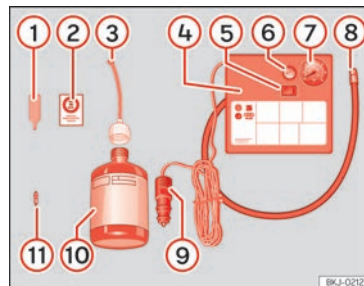

Abb. 229 Prinzipdarstellung: Bestandteile des Pannensets.
Das Pannenset befindet sich im Gepäckraum unter dem Bodenbelag. Es besteht aus folgenden Bestandteilen >>> **(Abb. 229):**
- Ventilkappe und Ventileinsatz vom Reifenventil abschrauben. Verwenden Sie den Ventileinsatzdreher >>> **[Abb. 229]** ① zum Heraus-schrauben des Ventileinsatzes. Legen Sie den Ventileinsatz auf einem sauberen Untergrund ab.
- Reifenfüllflasche kräftig schütteln >>> **[Abb. 229]** ⑩.
- Einfüllschlauch >>> **[Abb. 229]** ③ auf die Reifenfüllflasche schrauben. Die Folie am Verschluss wird automatisch durchstoßen.
- Verschlussstopfen vom Einfüllschlauch >>> **[Abb. 229]** ③ entfernen und das offene Schlauchende auf das Reifenventil schrauben.
- Ventileinsatz mit dem Ventileinsatzdreher >>> **[Abb. 229]** ① wieder in das Reifenventil schrauben.
- Reifenfüllschlauch >>> **[Abb. 229]** ⑧ des Luftkompressors fest auf das Reifenventil schrauben.
- Prüfen, ob die Luftablassschraube >>> **[Abb. 229]** ⑥ zuge dreht ist.
- Kabelstecker >>> **[Abb. 229]** ⑨ in eine 12-Volt-Steckdose des Fahrzeugs stecken >>> S. 228.
- Luftkompressor mit dem EIN-/AUS-Schalter >>> **[Abb. 229]** ⑤ einschalten.
- Kleben Sie den Aufkleber >>> **[Abb. 229]** ② im Sichtfeld des Fahrers auf das Kombi-Instrument.
» » (Abb. 229) ⑧ wieder an und lesen Sie den Reifenfülldruck an der Reifenfülldruckanzeige ⑦ ab.